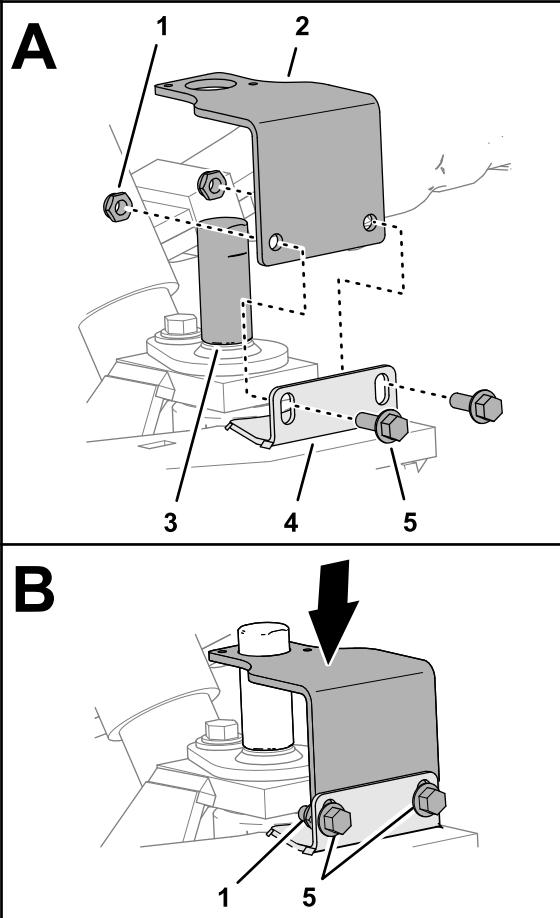

Figura 7
3. Alinhe o suporte do sensor por cima da ferramenta de alinhamento e das ranhuras na flange do fuso (Figura 7).
4. Monte, sem apertar, o suporte na flange (Figura 7) com dois parafusos de cabeça sextavada ($1/4$ pol. x $\frac{3}{4}$ pol.) e duas porcas de bloqueio ($\frac{1}{4}$ pol.).
5. Posicione o suporte na parte inferior das ranhuras da flange do fuso, e aperte os parafusos de cabeça flangeada e as porcas de bloqueio (Figura 7).